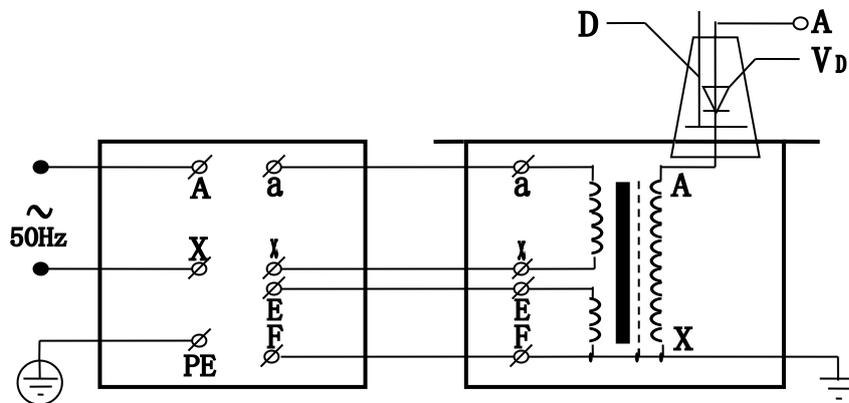

图4：单台交直流试验变压器原理图
2、单台试验变压器的工作原理图见图4，图中高压套管中装有高压硅堆，串接在高压回路中作半波整流，以获得直流高电压。当用一短路杆将高压硅堆短接时，可获得工频高电压，作为交流输出状态；取消短路杆时，作为直流输出状态。